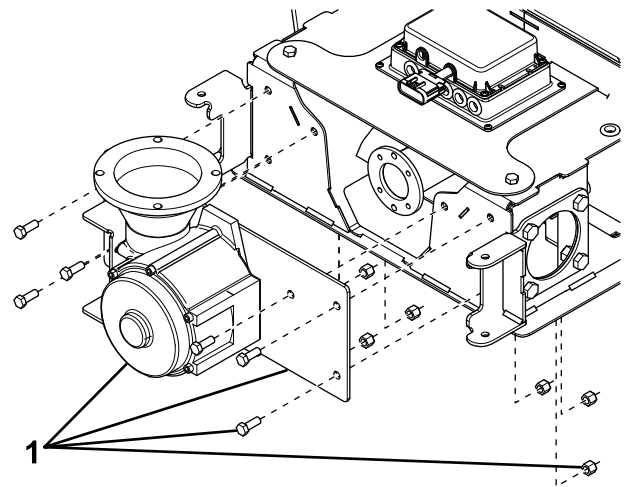

**Bild 3**
- Entfernen Sie die vier Schrauben und Sicherungsmuttern, mit denen die Getriebekupplung an der Förderschnecke befestigt ist, und entsorgen Sie diese (Bild 3).